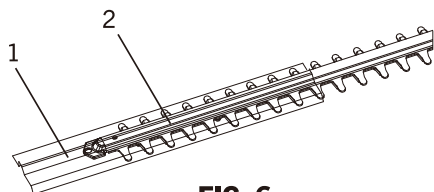

FIG. 6
1. Glissez le protecteur de lame (1) sur les lames de coupe (2) (fig. 6).